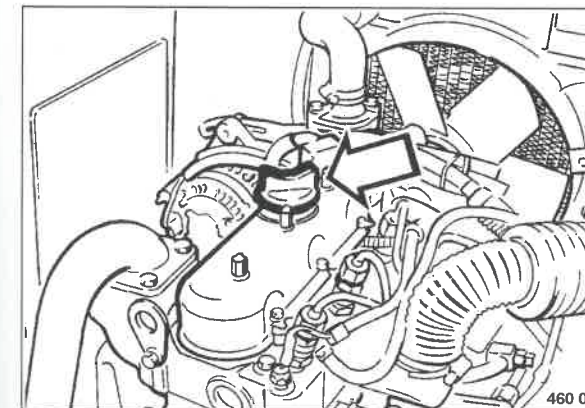

Fig. 101
- Svitare il tappo di riempimento olio (Fig. 101).